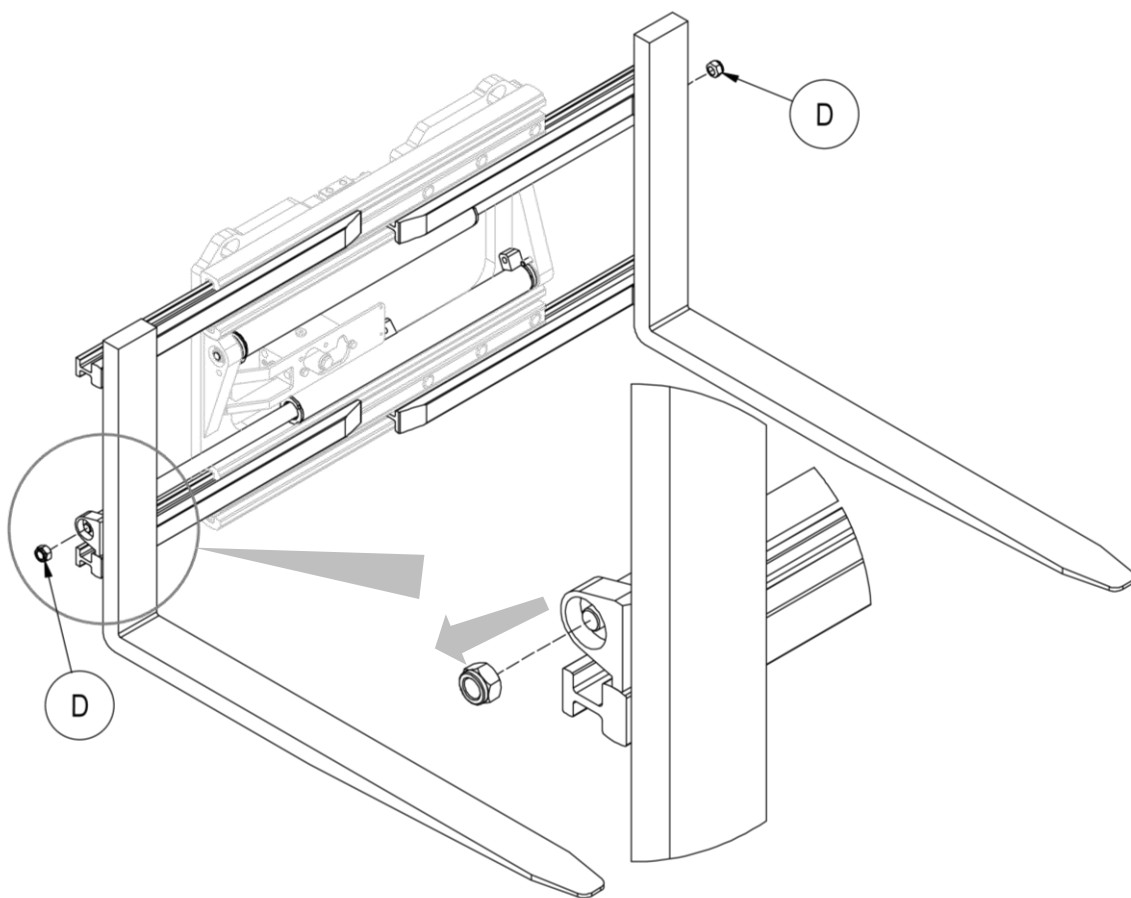

Figura 28
3. Rimuovere i dadi **D** che vincolano i cilindri alle forcelle (vedi *Figura 28*).